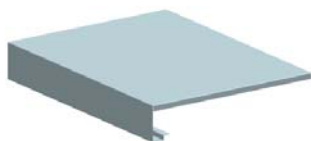

图 11-122 创建弯边特征 2
(6) 在“弯边”对话框中, 单击  按钮, 创建弯边特征 2, 如图 11-122 所示。